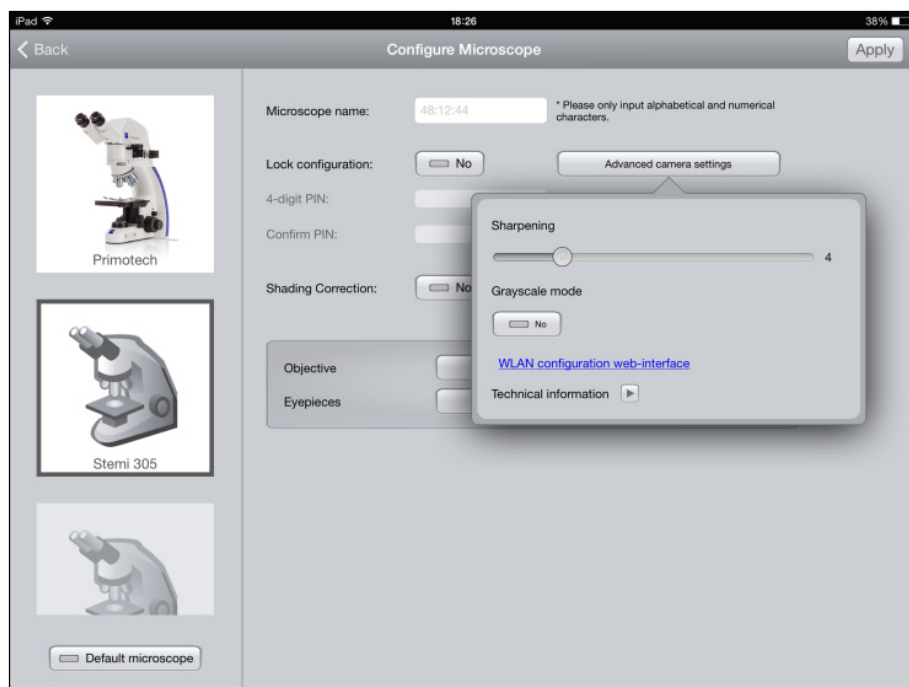

図 8 Stemi 305 cam の設定画面
- Labscope アプリを iPad で起動します (図 8 を参照)。